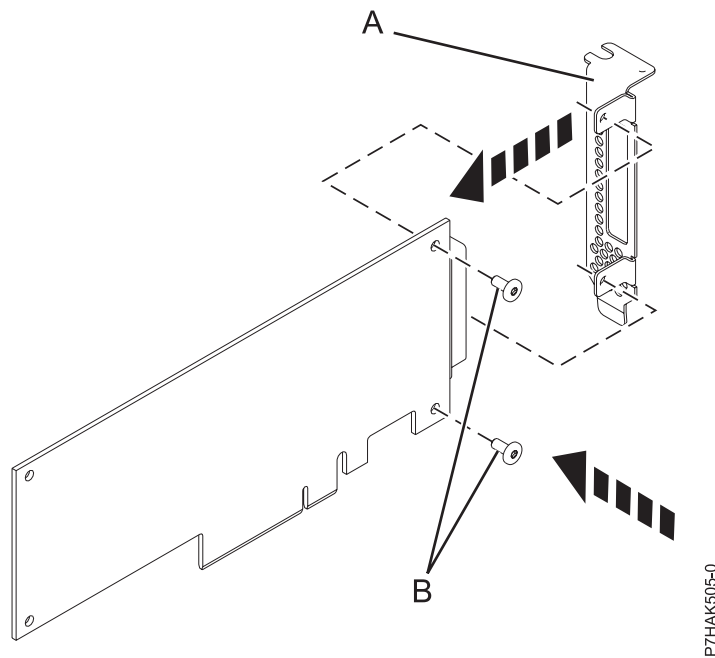

Figura 13. Fixació de la contrapunta de perfil baix a un adaptador PCI
11. Mitjançant un tornavís Phillips i els dos cargols de retenció (B), fixeu la contrapunta (A) de l'adaptador PCI que falla a l'adaptador PCI nou. Consulteu Figura 13 a la pàgina 26.